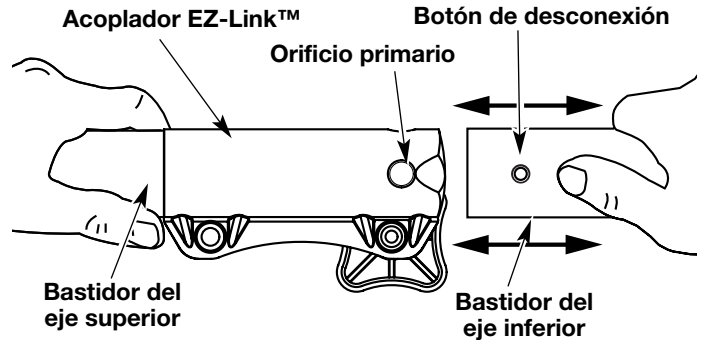

Fig. 24
2. Mientras sostiene el accesorio con firmeza, empújelo en línea recta en el acoplador EZ-Link™ (Fig. 24).